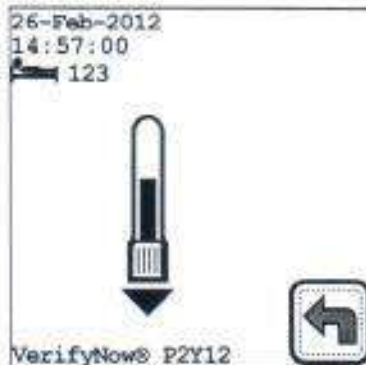
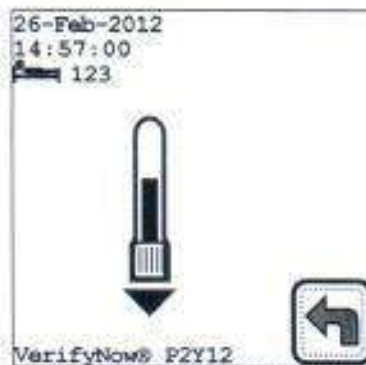

Figura 5-17 Ingresar PAU
Figura 5-18 Inhibición porcentual
2. Obtenga el resultado PAU basal (antes de administrar el medicamento) del paciente. Ingrese el resultado PAU basal en el espacio indicado "Aquí" ("Here"), pulse la tecla Tabulador y reingrese el resultado PAU basal en el espacio indicado "Y aquí" ("AND here") (Figura 5-17). Pulse la tecla Siguiente  para mostrar la inhibición porcentual. En el ejemplo (Figura 5-18), si el resultado basal fue 328 PAU y el resultado después de administrar el medicamento fue 16 PAU, esto calcularía una inhibición de 95 %.